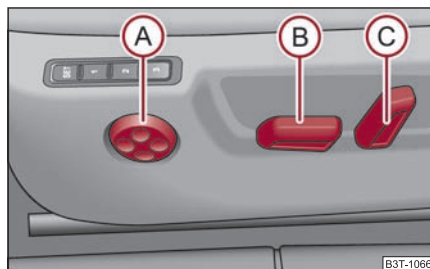
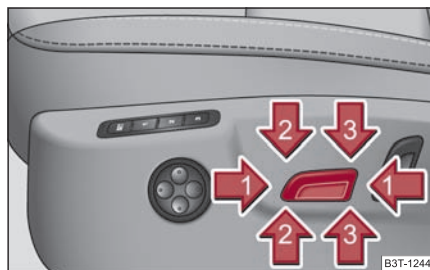

Fig. 78 Imagine din lateral: Elementele de comandă pentru reglarea scaunului
Fig. 79 Imagine din lateral: Comutatorul pentru reglarea scaunului
- Apăsați comutatorul (B) ⇒ fig. 78 în față, respectiv în spate ① ⇒ fig. 79.
- Apăsați comutatorul (B) ⇒ fig. 78 în sus, respectiv în jos. ▶
- Apăsați comutatorul **(B)** în față **(2)** ⇒ pagina 78, fig. 79, respectiv în spate **(3)** ⇒ pagina 78, fig. 79.
- Apăsați comutatorul **(C)** ⇒ pagina 78, fig. 78 în sensul în care doriți să faceți reglajul.
- Pentru a mări arcuirea suportului lombar, apăsați comutatorul **(A)** în față ⇒ pagina 78, fig. 78.